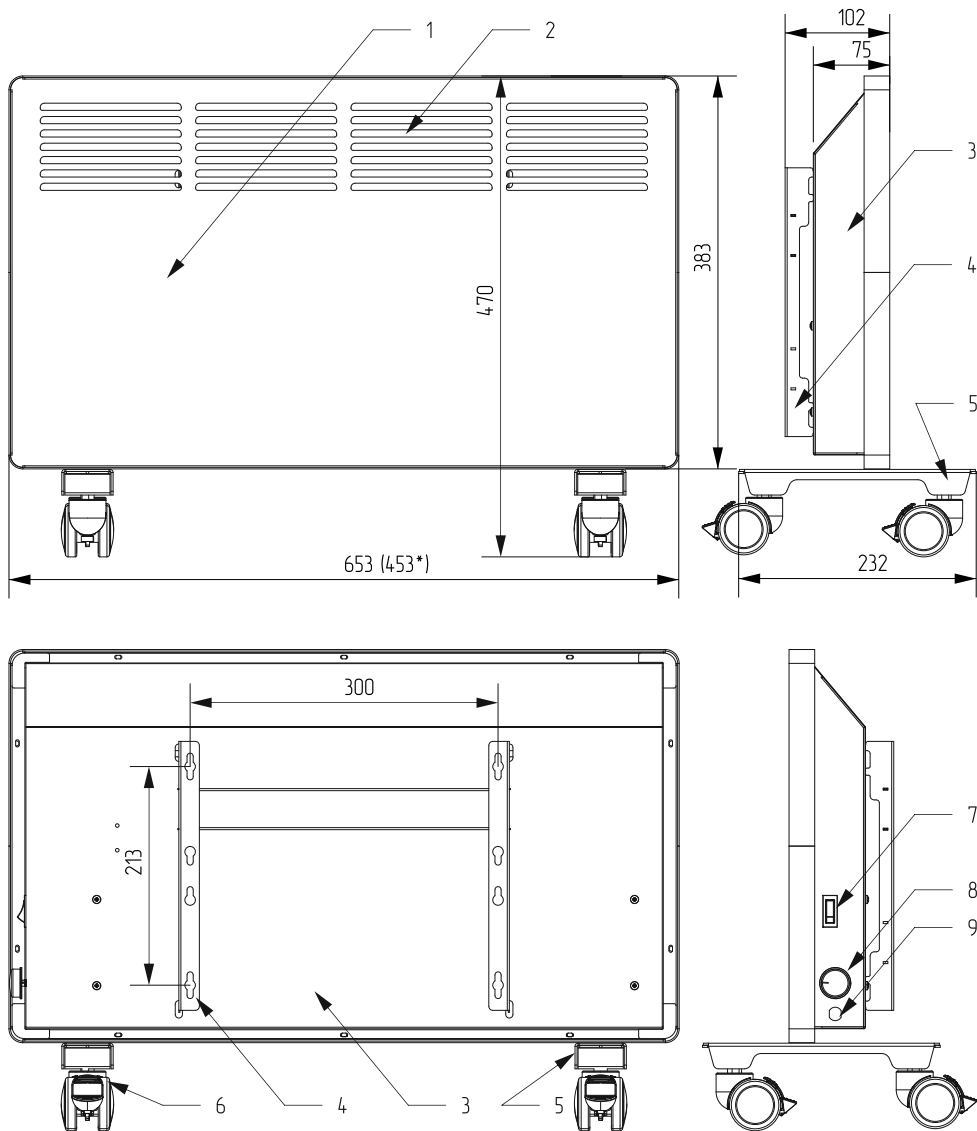

Рисунок 1. Габаритный чертёж и элементы конструкции электрического обогревателя.
5.1. Конвектор (см. рис. 1) представляет собой металлический корпус, состоящий из передней панели 1 и задней панели 3, внутри которого на шасси расположен металл-керамический электронагревательный элемент (на чертеже не показан). На корпус могут быть установлены стеновой кронштейн 4 или колёсные опоры 5, имеющие по 2 поворотных колеса 6. На боковой поверхности корпуса расположены рокерный переключатель (клавишный выключатель) с подсветкой 7 и ручка термостата 8.